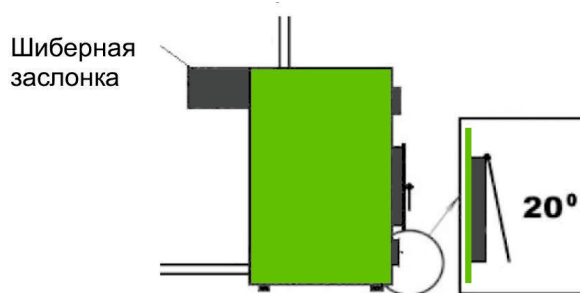

Рисунок 9
- после этого дверцу регулировки подачи воздуха необходимо прикрыть на половину (рис. 9) так, чтобы через воздушный зазор не выхлопывался дым, если дым будет выхлопываться, то следует прикрыть дверцу регулировки подачи воздуха еще, но не полностью;